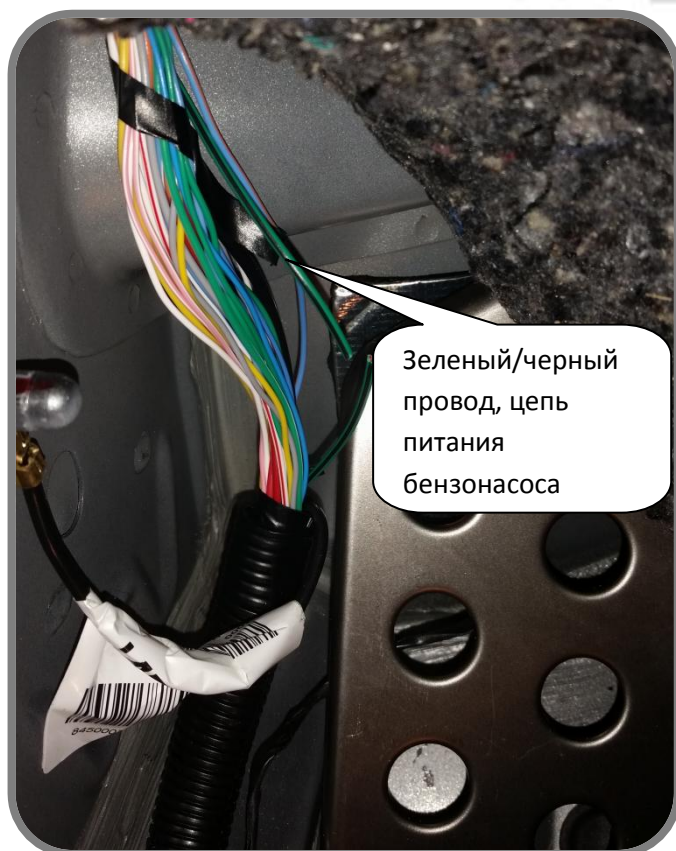

Рис.11: –Цепь бензонасоса в пороге водителя.
В качестве блокировки можно использовать блокировку цепи топливного насоса (зеленый/черный провод в водительском пороге. Для этого применяем внешнее нормально-замкнутое НЗ реле блокировки, идущее в комплекте системы Scher-Khan Magicar 13 (14). Данное НЗ реле контактами 30 и 87а устанавливаем в разрыв блокируемой цепи. Управляющим минусом реле является синий провод разъема CN4 системы Scher-Khan Magicar 13(14), этот провод подключаем к контакту 85 реле. Контакт 86 реле подключаем к проводу, на котором появляется «+» питание после включения зажигания (см. общую схему и рис. 11).